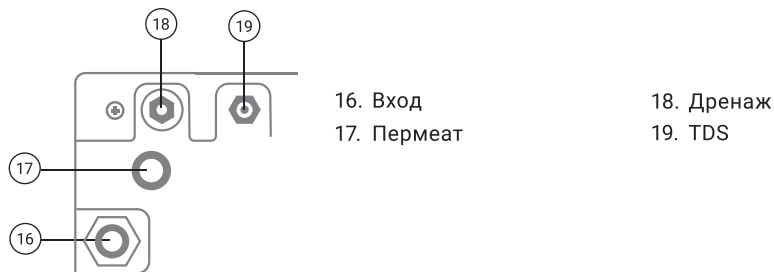
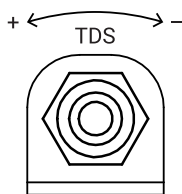

Рис. 2.
Рис. 14
3. Свободный конец зеленой трубки из комплекта поставки присоедините к фитингу «Вход» (рис. 2, поз. 16) (см. раздел «Присоединение трубок» (стр. 7)).
6. Свободный конец красной трубки из комплекта поставки подключите в фитинг «Дренаж» (рис. 2, поз. 18).
1. Подсоедините синюю трубку из комплекта поставки к фитингу на выход пермеата из фильтра, обозначенному «Пермеат» (рис. 2, поз. 17).
2. Регулировка уровня минерализации производится при вращении рукоятки вентиля подмеса (рис. 2, поз. 19 и рис. 14). При вращении рукоятки по часовой стрелке уменьшается подача воды с исходным уровнем минерализации, значение TDS снижается, против часовой - увеличивается.